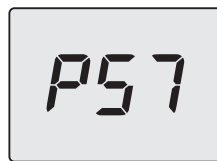

Figura 5.29
- Premere per 1 sec. il tasto 15 (Figura 5.25) per entrare nel parametro selezionato. Il display visualizzerà quanto segue (Figura 5.29).